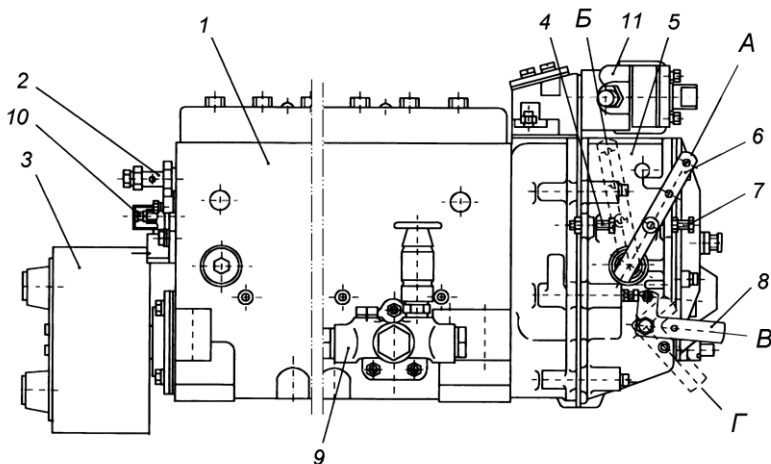
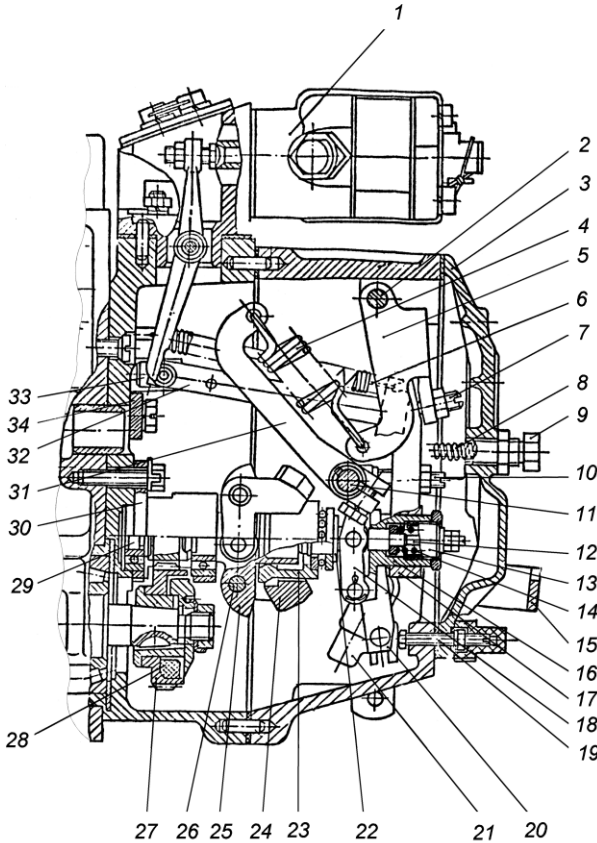

Рисунок 19 – Топливный насос высокого давления:
Рисунок 21 – Регулятор частоты вращения:
Топливный насос в сборе показан на рис. 19. С топливным насосом высокого давления в одном агрегате объединены регулятор частоты вращения 5, топливоподкачивающий насос 9 и демпферная муфта.
Связь секций с регулятором частоты вращения насоса осуществляется через рейку. Рейка топливного насоса перемещается в направляющих втулках, запрессованных в корпусе насоса. На выступающем из насоса конце рейки имеется болт 10 (рис. 19), которым она упирается в защитный колпачок при положении рейки перед пуском двигателя. При вывертывании болта из рейки подающая подача уменьшается.
Регулятор частоты вращения 5 (рис. 19) – механический, всережимный, прямого действия с повышающей передачей на привод грузов, предназначен для поддержания заданного водителем скоростного режима работы двигателя путем автоматического изменения количества подаваемого топлива в зависимости от изменения нагрузки на двигатель. Кроме того, регулятор ограничивает максимальную частоту вращения двигателя и обеспечивает работу двигателя в режиме холостого хода. Регулятор имеет устройство для выключения подачи топлива в любой момент независимо от режима работы двигателя. Автоматически поддерживаемый скоростной режим при изменяющихся нагрузках, регулятор обеспечивает экономичную работу двигателя.
Устройство регулятора показано на рис. 21. Регулятор расположен на заднем торце топливного насоса высокого давления. На конусе кулачкового вала находится ведущая шестерня 27 с демпфирующим устройством. Вращение от вала насоса на ведущую шестерню передается через резиновые сухари 28. Ведомая шестерня выполнена как одно целое с валиком 29 державки грузов и установлена на двух подшипниках в стакан 30.
На валик напрессована державка грузов 25 (рис. 21), на осях 26 которой находятся грузы 24. Грузы своими роликами упираются в торец муфты 23, которая через упорный подшипник и пята 22 передает усилие грузов рычагу регулятора 17, подвешенному вместе с двуплечим рычагом 5 на общей оси 2.
Муфта 23 с упорной пятой 22 в сборе одним концом опирается на направляющую поверхность державки, а за второй конец подвешена на рычаге 18 отрицательного корректора, закрепленном на втулке 16 отрицательного корректора. Пята муфты грузов связана через узел отрицательного корректора с рычагом рейки 20 и через тягу рейки 32 топливного насоса. К верхней части рычага рейки присоединена пружина 6 рычага рейки, удерживающая рейку насоса в положении, соответствующем максимальной подаче, что обеспечивает увеличенную подачу топлива при пуске двигателя. В нижнюю часть рычага рейки запрессован палец, который входит в отверстие ползуна кулисы 21. Вал 11 рычага регулятора жестко связан с рычагом управления 6 (рис. 19) и рычагом пружины 31 (рис. 21). Перемещение рычага управления регулятором ограничивается двумя болтами 4 и 7 (рис. 19). За рычаг пружины 31 (коротким зацепом) (рис. 21) и двуплечий рычаг 5 (длинным зацепом) зацеплена пружина регулятора 4, усилие которой передается с двуплечего рычага на рычаг регулятора через винт 7 двуплечего рычага. В рычаг регулятора ввернут регулировочный болт 10, который упирается в вал рычага пружины и служит для регулировки номинальной подачи топлива. В нижней части рычага регулятора расположено корректирующее устройство (12,13,14,16,18) с отрицательным корректором, предназначенного для формирования внешней скоростной характеристики ТНВД и крутящего момента двигателя. Рычаг регулятора снабжен боковой накладкой, удерживающей втулку 16 обратного корректора и упорную пяту 22 от проворота. Кроме того, хвостовик болта крепления боковой накладки, входя в боковой продольный паз втулки предохраняет ее от выпадения из расточки рычага. Упор 34, закрепленный на корпусе регулятора, не позволяет рычагу пружины 31 опасно приближаться к вращающимся грузам. Для полного выключения подачи топлива служит механизм останова, состоящий из кулисы 21, скобы 15 и возвратной пружины. Во время работы кулиса прижата усилием возвратной пружины к регулировочному винту 19. Сзади крышка регулятора закрыта крышкой 3 смотрового люка с буферным устройством, состоящим из корпуса 9 и пружины 8, которая, сглаживая колебания рычага 17 регулятора, обеспечивает устойчивую работу двигателя на холостом ходу.
- 1 Минимальная частота вращения холостого хода регулируется болтом 7 (рис. 19) и корпусом буферной пружины 9 (рис. 21);
- 2 Максимальная частота вращения холостого хода (начало выброса рейки) регулируется болтом 4 (рис. 19).
- 3 Номинальная мощность (подача) регулируется болтом 10, подрегулировка винтом 19 (рис. 21).
- 4 Предварительное натяжение пружины (разность оборотов конца и начала выброса рейки) регулируется винтом 7 (рис. 21).
- 5 Подача топлива при 500 мин^{-1} регулируется гайкой обратного корректора 12 (рис. 21).
- 6 Предварительное натяжение пружины обратного корректора (обороты начала срабатывания корректора) регулируется корпусом корректора 13 (рис. 21).
Топливоподкачивающий насос 9 (рис. 19) – поршневого типа предназначен для подачи топлива из топливного бака через фильтры грубой и тонкой очистки к топливному насосу высокого давления. Производительность топливоподкачивающего насоса в 3...4 раза превышает производительность топливного насоса высокого давления, что гарантирует стабильность процесса топливоподачи от цикла к циклу.